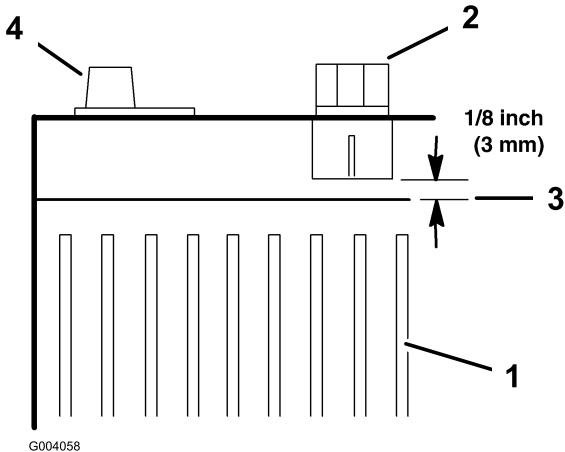

図 37
7. 電解液の量が給水口の下端から 3 mm 程度になるように蒸留水を補給する(図 37)。